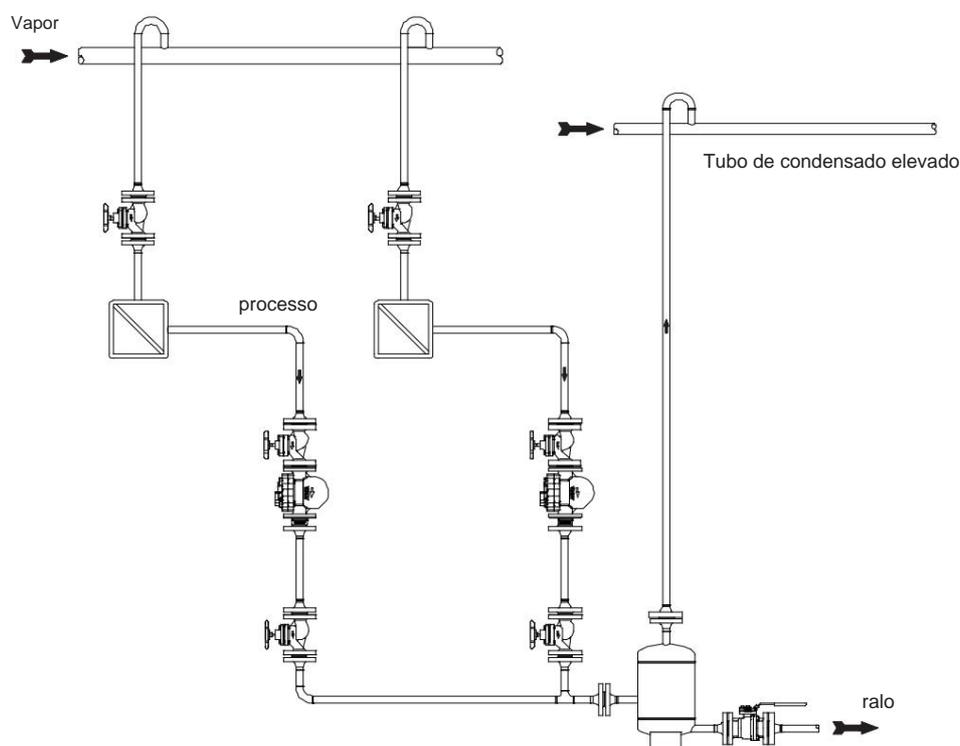

Figura 1
- Consultando estas Instruções de Instalação e Manutenção (IMI), Ficha Informativa (IS) e placa de identificação, verifique se o produto é adequado à instalação pretendida: temperatura, meio, pressão, temperatura, etc. – ver seção 1.2 – Pretendido usar.
- Uma instalação típica é mostrada na Figura 1.